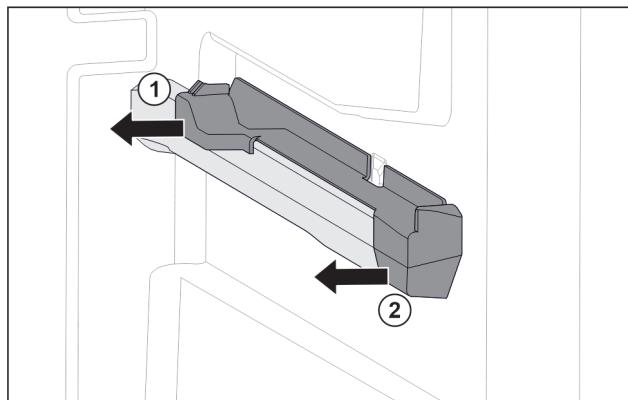

Fig. 103 Nasazovací díl na pravém žebrování na nádoby
- Stáhněte nasazovací díl vzadu na stranu. Fig. 103 (1)
- Stáhněte nasazovací díl vpředu na stranu. Fig. 103 (2)